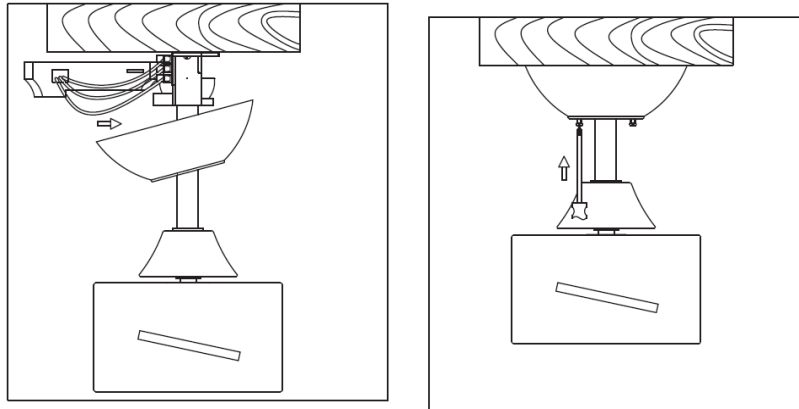

Afb. 9
4. Hang de complete ventilatoreenheid aan de montagebeugel. \("Hangen van de ventilator" sectie & afb. 9\)
OPHANGEN VAN DE VENTILATOR (afb. 9)
Til de ventilatoreenheid op de montagebeugel. Zorg ervoor dat de gleuf (A) van de ophangkogel op de pen (B) van de montagebeugel (C) is geplaatst om te voorkomen dat de ventilator tijdens het gebruik tegendraait. (Afb.9)